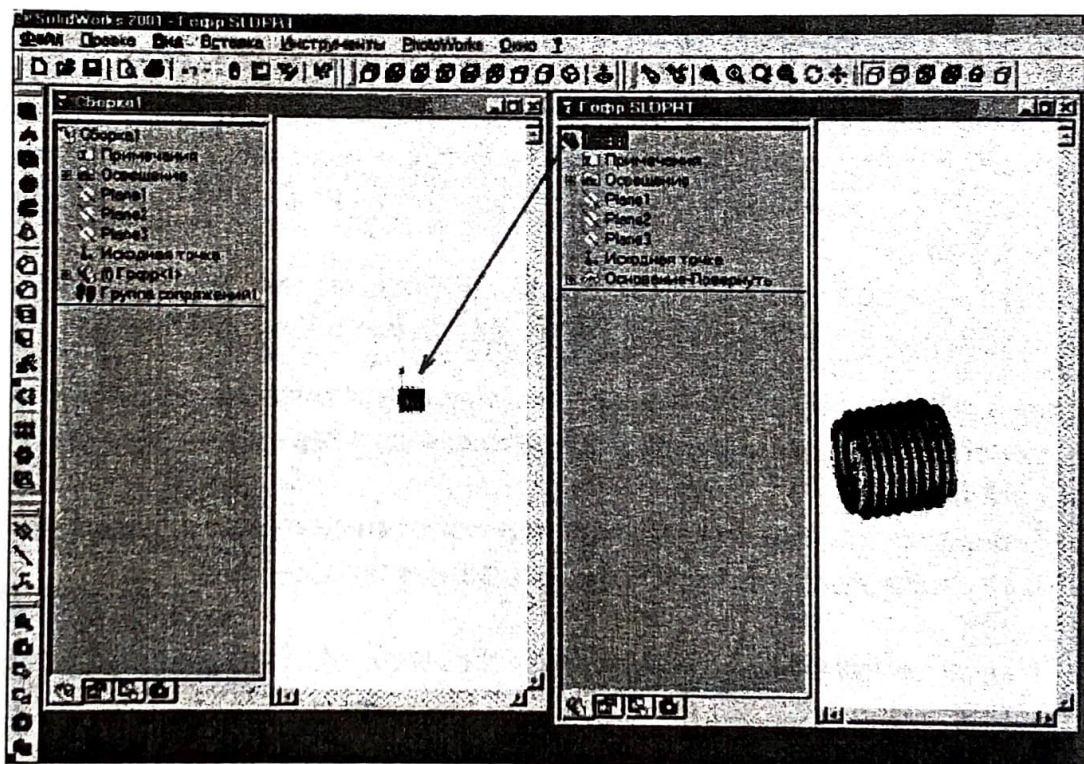

Рис. 32
5. Поместите курсор на имени детали в дереве конструирования *Feature Manager* (в нашем случае это *ГОФР*) и зажав на нём левую кнопку мыши перетащите в поле сборки (рис. 32).